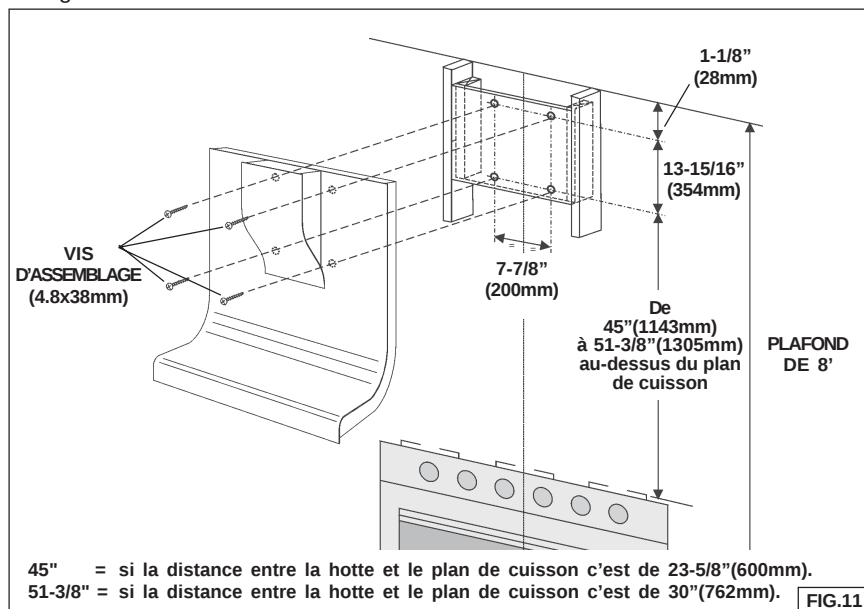

FIG.11
1. Faites sur le mur 4 trous (D. 8mm), en respectant les mesures indiquées sur la Fig. 11.